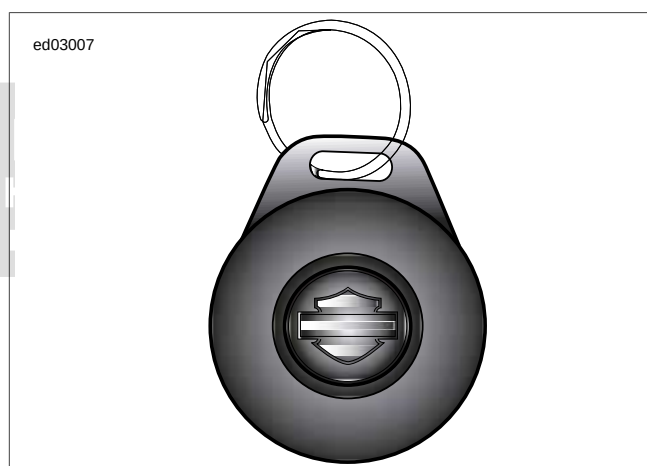

Figura E-2. Llavero con mando a distancia: TSSM
- **Activación/desactivación por control remoto:** Vea Figura E-2. Los propietarios pueden habilitar e inhabilitar las funciones de alarma de seguridad y de inmovilización